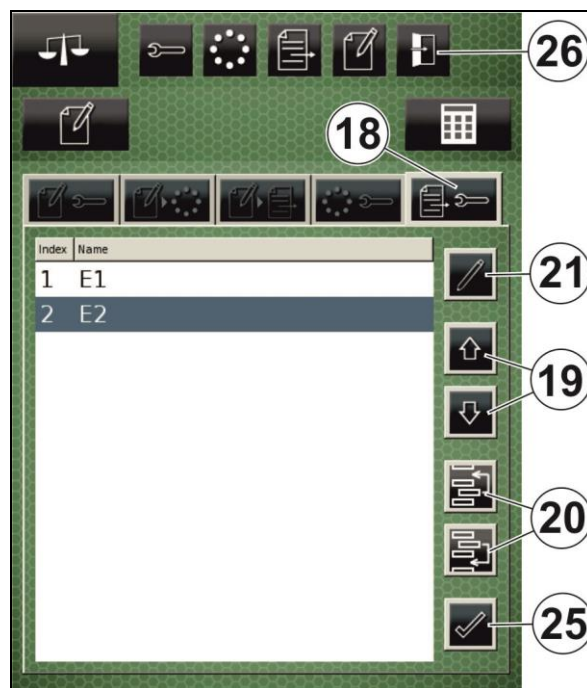

Fig. 197
20. Drücken Sie die Taste „Bestätigen“ (Fig. 197/25), um das neue oder geänderte Rezept zu speichern.
21. Drücken Sie die Taste „Menü verlassen“ (Fig. 197/26), um das Grundbild des Terminals aufzurufen.